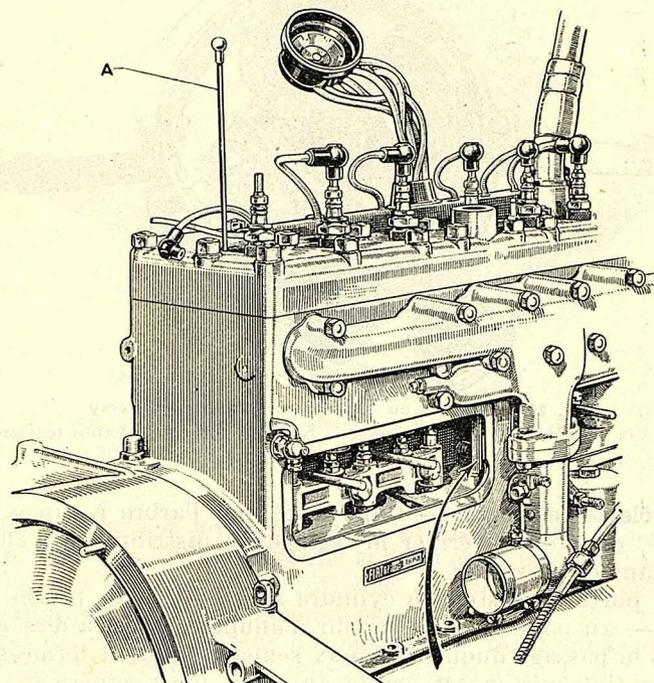

Fig. 29. — Calage de l'arbre de commande du distributeur d'allumage.
d) Sortir le distributeur d'allumage en le détachant de la tringle de commande de l'avance et en dévissant un peu la vis à ressort intérieure qui est cachée par le levier de l'avance. Quand on sort le distributeur, faire attention que l'arbre de commande ne se soulève pas (fig. 29). On détachera en même temps le tuyau qui renferme les câbles et les câbles mêmes des bougies.
En tout cas pour contrôler si l'arbre à cames est bien calé, il suffit de vérifier l'ouverture de la soupape d'échappement du sixième cylindre (près du volant), ce qu'on peut faire en enlevant le bouchon placé au dessus du cylindre même (fig. 29) et en y introduisant une petite tige en fer dans laquelle on fait une marque en correspondance de chaque point mort du piston.